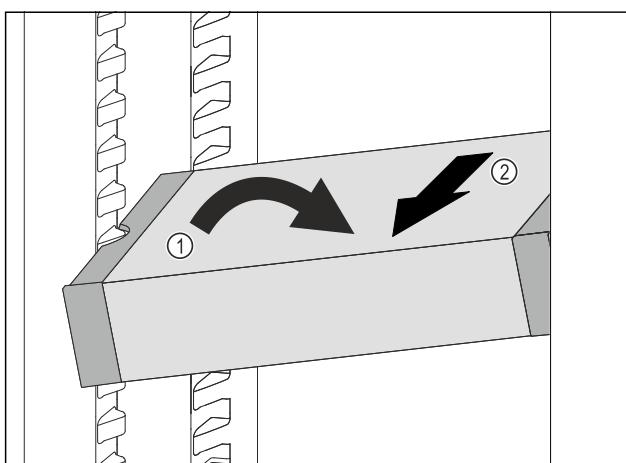

Fig. 86
- Poziționați oblic VarioSafe în frigider. Fig. 86 (1)
- Extragăti VarioSafe spre înainte. Fig. 86 (2)